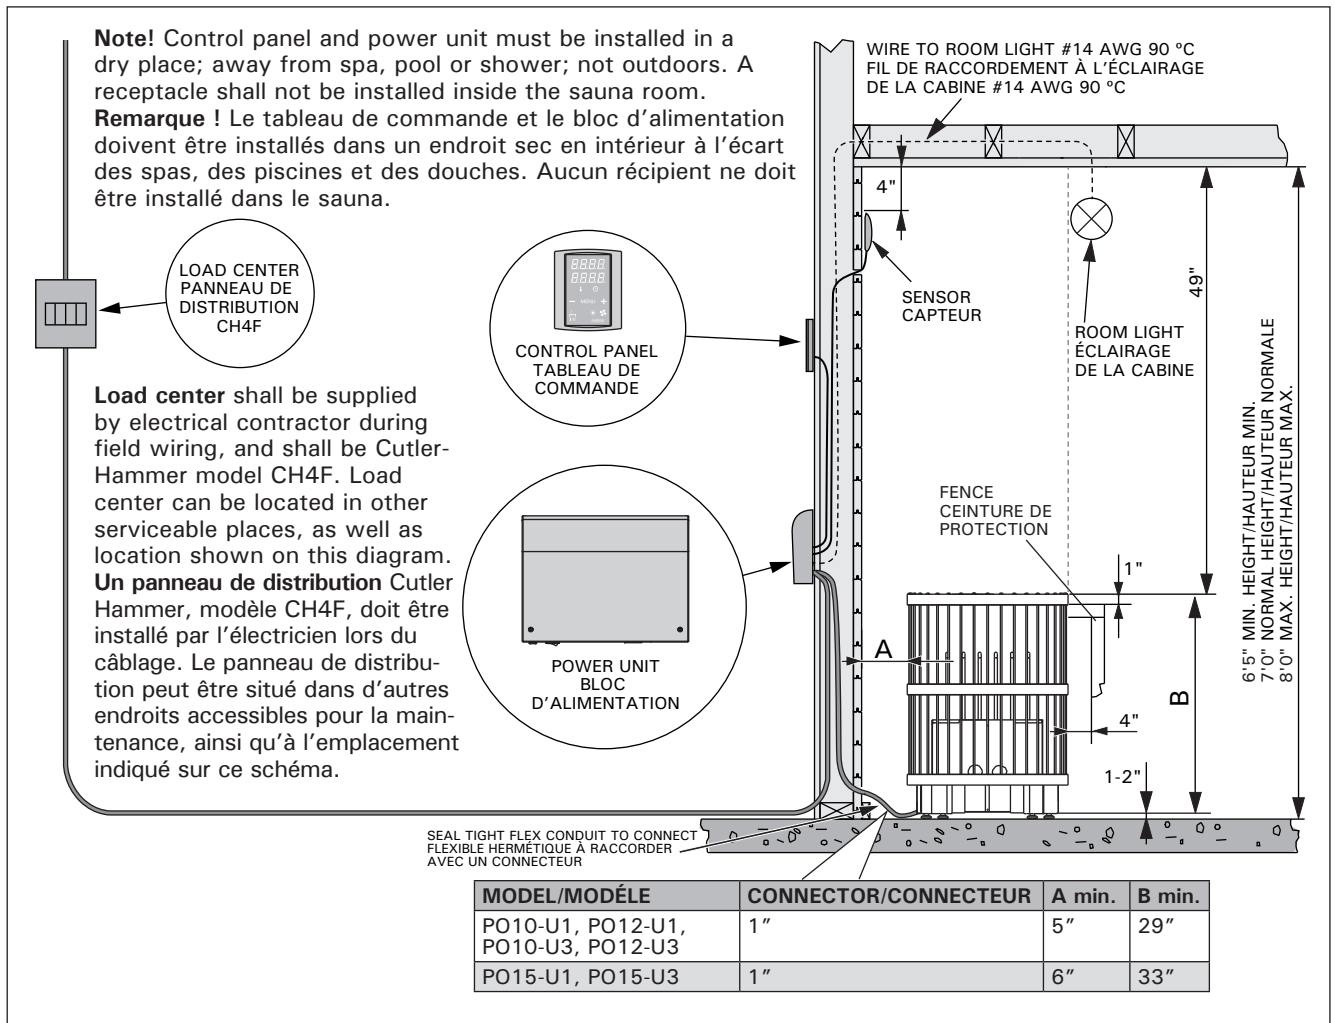

Figure 2.
- The location of the heater fulfils the minimum requirements concerning safety distances given in figures 2–6 and table 2.
- L'emplacement du poêle répond aux exigences de distances de sécurité minimales données dans les figures 2–6 et le tableau 2.
Refer to table 3 for proper wire size and amperage. See figures 2–6 for required clearances. Use copper wire from breaker to wall-mounted power unit. Supply cable must have 5 wires including insulated neutral and separate ground.
Consultez le tableau 3 pour connaître le calibre et l’intensité corrects du fil à utiliser. Voir fig. 2–6 pour connaître le dégagement requis. Utilisez du fil de cuivre du coupe-circuit au bloc d’alimentation mural. Le câble d’alimentation doit être constitué de 5 fils, dont un fil neutre isolé et un fil de terre distinct.
Refer to table 3 for proper wire size and amperage. See figures 2–6 for required clearances. Use copper wire from breaker to wall-mounted power unit. Supply cable must have 4 wires including insulated neutral and separate ground.
Consultez le tableau 3 pour connaître le calibre et l'intensité corrects du fil à utiliser. Voir fig. 2–6 pour connaître le dégagement requis. Utilisez du fil de cuivre du coupe-circuit au bloc d'alimentation mural. Le câble d'alimentation doit être constitué de 4 fils, dont un fil neutre isolé et un fil de terre distinct.